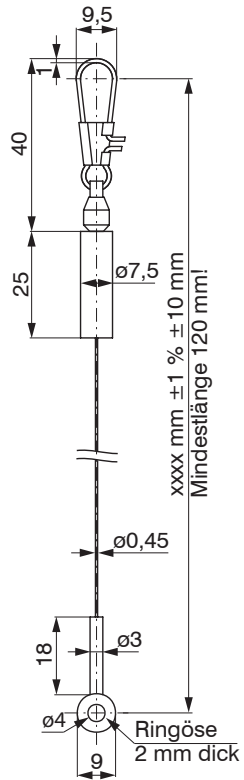

Abb. 9 Seilverlängerung WE-xxx-CLIP, Abmessungen in mm, nicht maßstabsgetreu
- WE-xxxx-CLIP Seilverlängerung mit Seilhaken und Ringöse, siehe Abb. 9, für xxxx Seillänge in mm (max. 10.000 mm) einsetzen